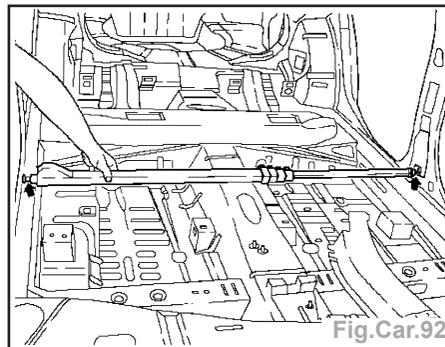

Fig.Car.92
- Mesurer le montant B intérieur (Fig.Car.92) :